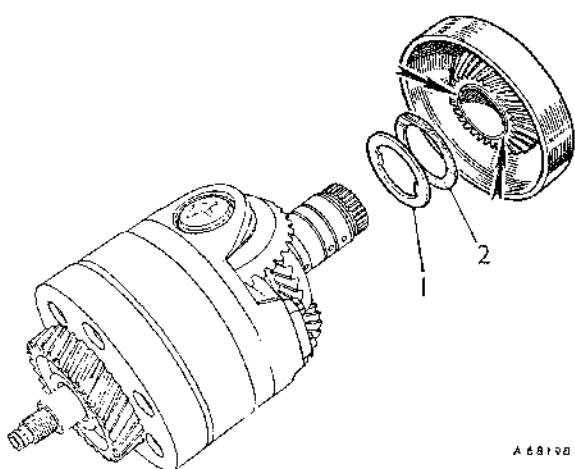

Fig. Fa.46
- (24) Montar los cojinetes de agujas del engranaje satélite e introducir con unos golpes los ejes (con el orificio del centro del mismo mirando hacia abajo).
- (25) Introducir una bola dentro de cada eje y arrostrar los tornillos de bloqueo. Colocar los anillos elásticos de bloqueo del tornillo, las tapas y los clips de tapa.
- (26) Remontar el engranaje de reacción de tercera velocidad con su arandela bimetálica montada con su cara de metal antifricción mirando al engranaje secundario de marcha atrás (ver Fig. Fa.46), y con el suplemento(s) de acero situado entre ambos. Mantener en posición con vaselina de petróleo cada arandela y suplemento y montar el conjunto al tren de engranajes (ver Fig. Fa.46).